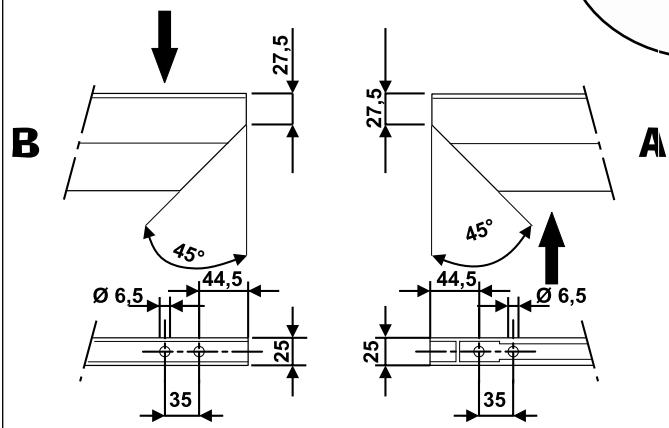

Рис. 3
- 2) Разрежьте стрелу и просверлите отверстия для крепления соединительного элемента см. рис. 3.